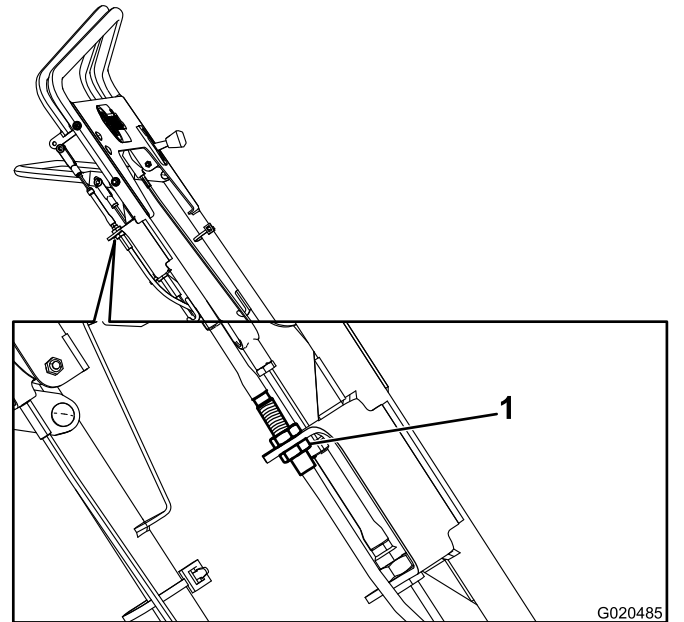

Figura 31
- Afloje y retire del soporte el mecanismo de ajuste del acoplamiento (Figura 31).
- Mueva la tuerca inferior hasta el extremo de la rosca (Figura 31).